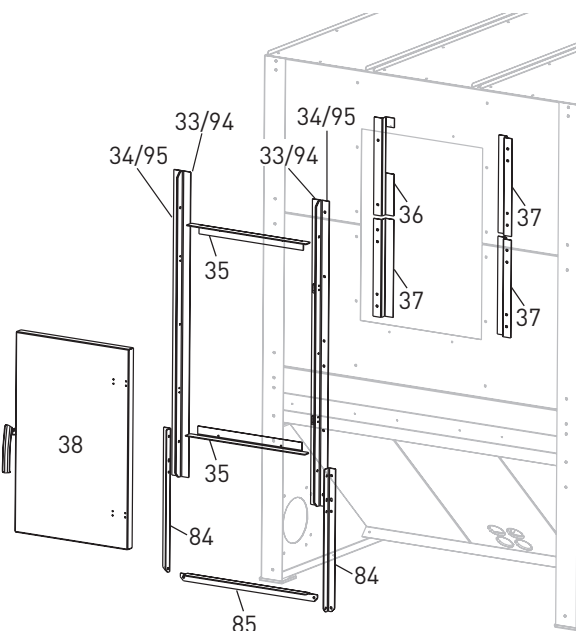

Fig. 16 Kontrolltür montieren
Vormontierte Türstreben (33 und 34 bzw. 94 und 95) an Außen-seite links/rechts an Türausschnitt senkrecht montieren. Innen 1 Z-Eisen (36) links oben und 3 Z-Eisen (37) links/rechts mitschrauben, einrichten. 2 Türrahmen quer (35) oben/unten mit je 2 Stk. M6 x 16 Sechskantschrauben von außen nach innen anschrauben und festziehen – Fig. 16.
**Wichtig:** Unten bei Türrahmen quer (35) jeweils zusätzlich 2 Muttern innen als Auflage für die Türschutzbleche (45) dazuschrauben.
2 Einstiegsleitern (84) und Sprosse (85) an Türstreben mit je 2 Stk. Schrauben (Tankhöhe 2,2 m) bzw. mit je 3 Stk. Schrauben (Tankhöhe 1,9 m) am Tank montieren – Fig. 16.
Scharniere von Kontrolltüre (38) in Schlitze der Türstreben einfädeln und mit 8 Stk. Sechskantschrauben M6 x 16 von außen und Muttern innen verschrauben – Fig. 16.